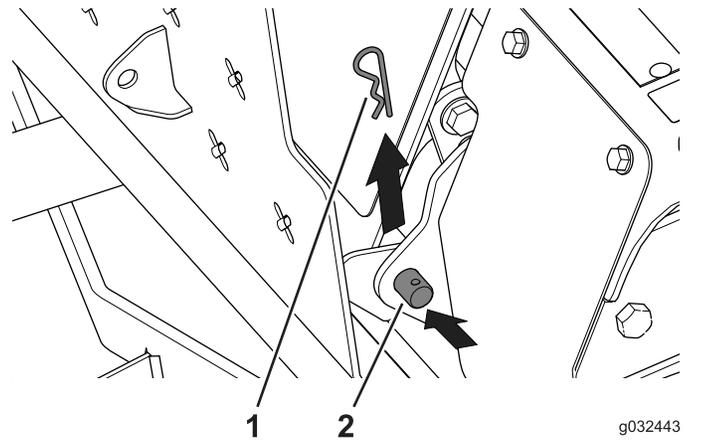

Figura 51
- Rimuovete le 2 coppiglie dai perni girevoli che collegano la piattaforma dell'operatore alla staffa orientabile (Figura 51).
- Servitevi di un assistente per aiutare a rimuovere i perni girevoli e la piattaforma dell'operatore (Figura 51).